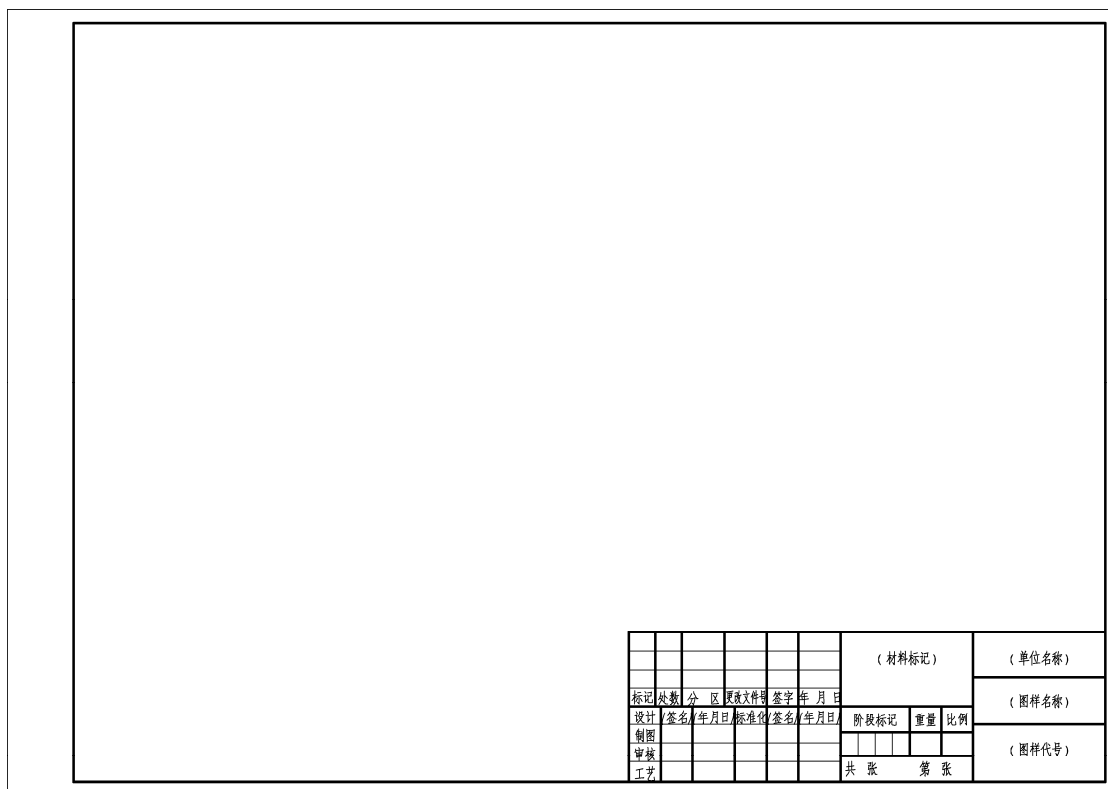

图 6.1-1
(1) 以自己的姓名加学号命名建立文件夹。
(2) 将图形界限设置为 420×297，绘制如图 6.1-1 所示的边框及标题栏。其中图中汉字采用 3.5 号和 5 号长方宋体，字高分别为 3.5 mm、5 mm。尺寸数字字高为 3.5 mm，字体为 gbeitc.shx，大字体为 gbcbig.shx。
(3) 分层绘图。图层、颜色、线型要求如表 6.1-1 所示。